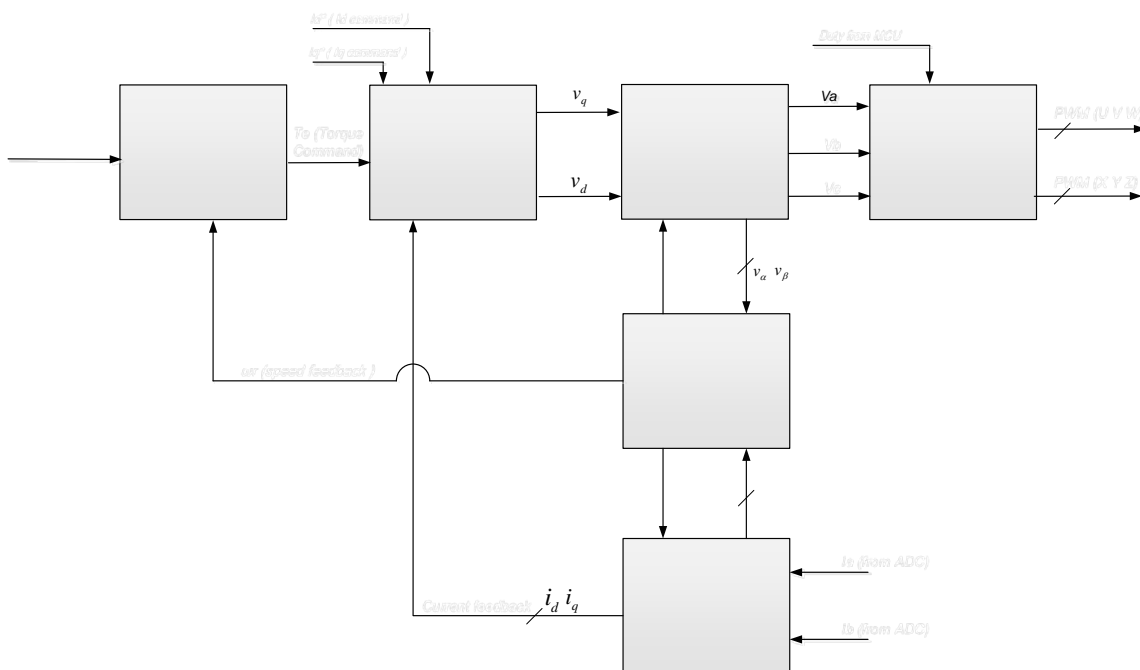

图 25.1 : MDE 架构
**CGF0X2AXX** 支持 PMSM 磁场定向控制和 FOC 控制，架构描述如图 25.1 所示，其中包含 6 个控制块，包括速度控制环、电流控制环、SMO 转子位置估算、SVPWM 引擎、坐标变换和逆坐标变换。